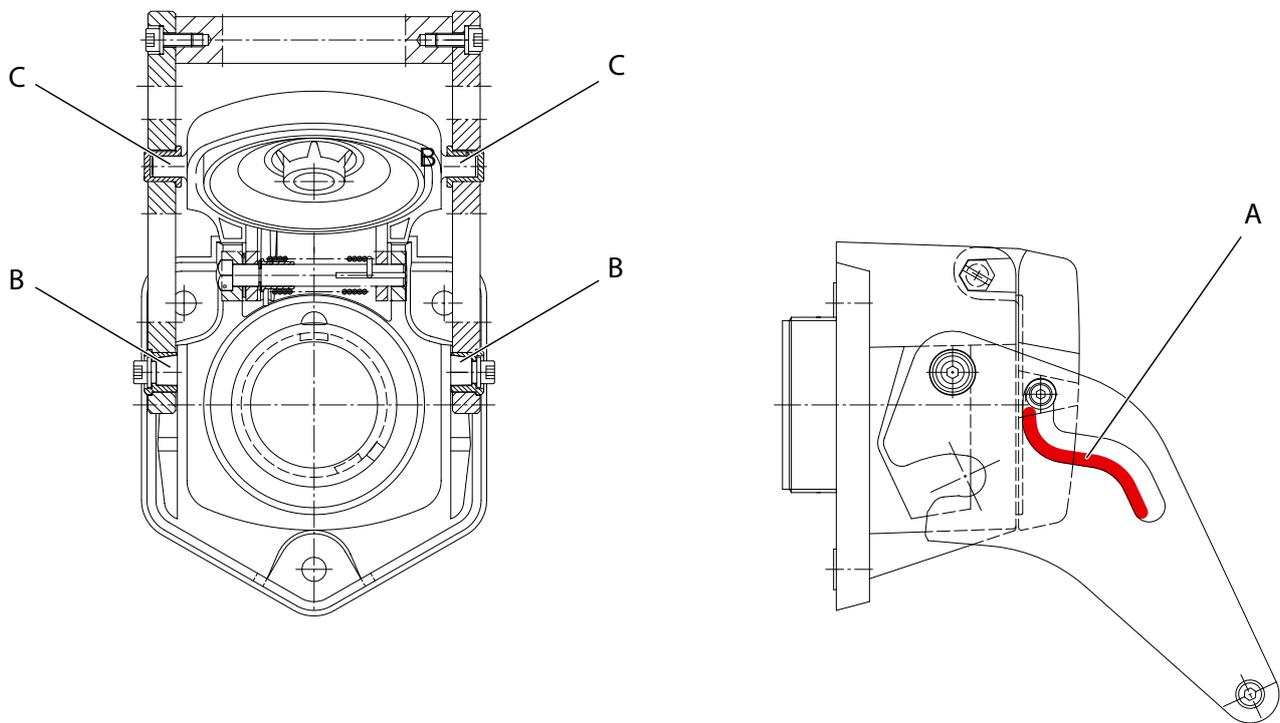

Abb. 50: Schmierstellen am Dosendeckel
1. Den in **Abb. 50** rot gekennzeichneten Bereich der Verriegelungskulisse (A) fetten.
2. Lager (B) und Hülse (C) fetten.